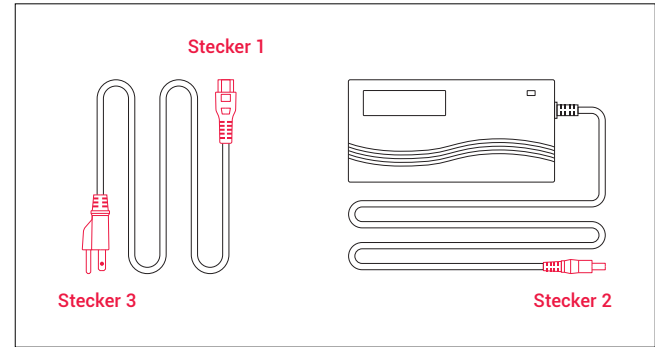

Abbildung 1
Schritt 2: Bauen Sie das Ladegerät wie in Abbildung 1 gezeigt zusammen, indem Sie den Stecker (Stecker 1) in den Transformator stecken.